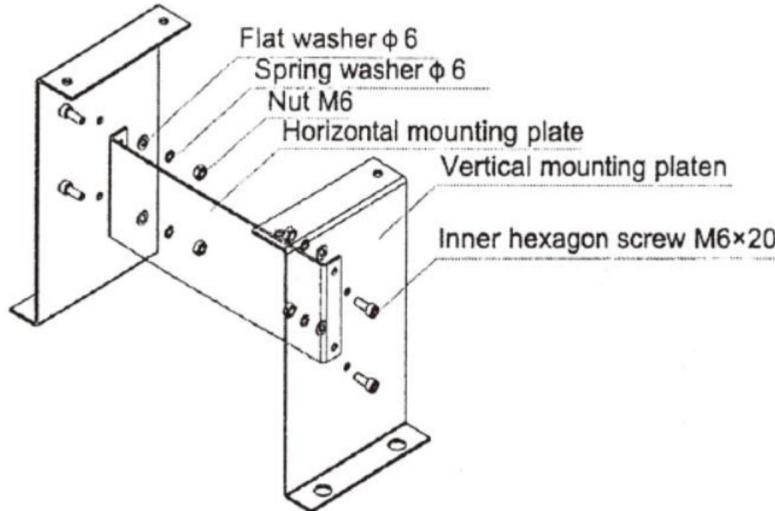

Figura 5
- Si selecciona la base de montaje desmontable, la base debe ensamblarse primero como se muestra en la Figura 5: